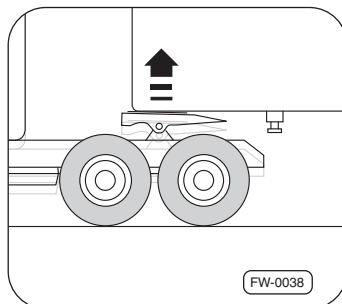

Fig. 12 · Soulever la suspension pneumatique
7. Soulever la sellette d'attelage au moyen de la suspension pneumatique, jusqu'à ce que la plaque de remorque soit légèrement soulevée ⇒ Fig. 12.